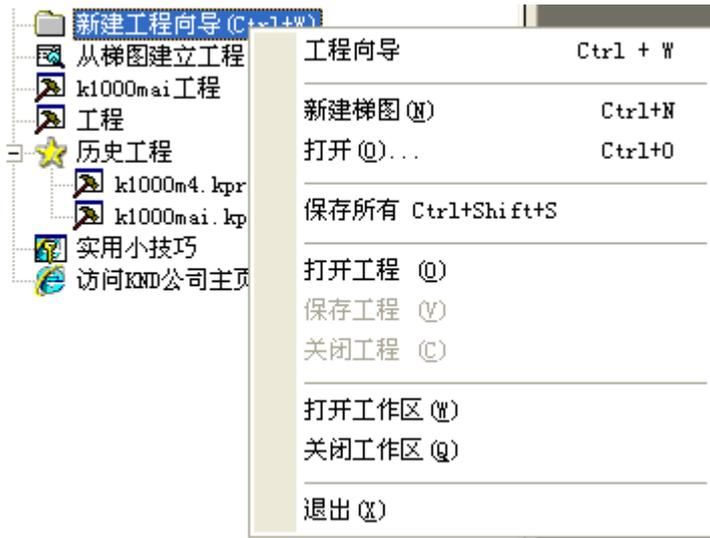

图 4.28 “新建工程向导”项目的右键菜单
2、当应用程序没有活动工程时，右键单击“新建工程向导”项目，可弹出如图 4.28 所示的菜单。